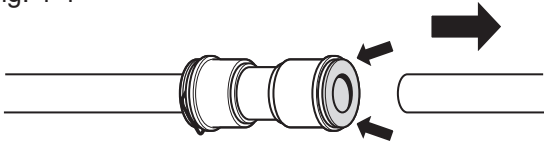

Fig. 4-5
1. Draai de schroef van de scharnierafdekking los en verwijder de afdekking (fig. 4-5). Koppel met uitzondering van de aardekabel alle andere kabels los.